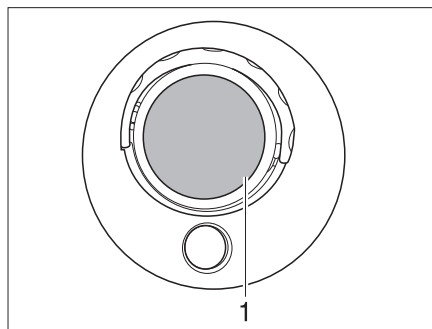

Fig. 263 Lampe halogène rapportée de la cabine de conduite (modèle I)
- Soulever prudemment le couvercle en verre (Fig. 263,1) avec un outil approprié (p. ex. tournevis) et le retirer.